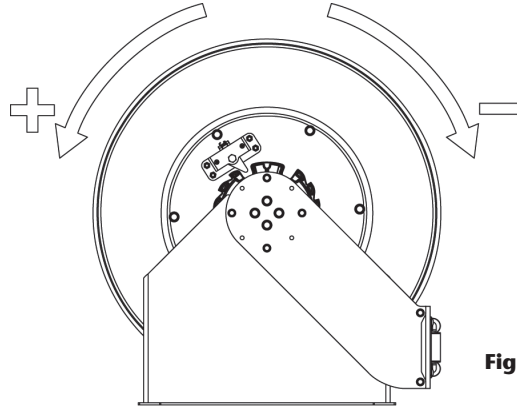

Fig. 5
6. Aplique la pre-tensión al resorte, girando el tambor el nº de vueltas indicado, dependiendo del resorte y la longitud de manguera (Fig. 5):
4. Haga girar la bobina para incrementar o disminuir la tensión (Fig. 5).